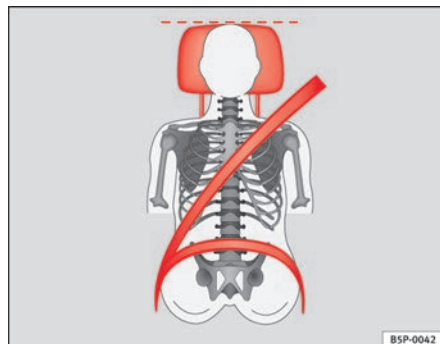
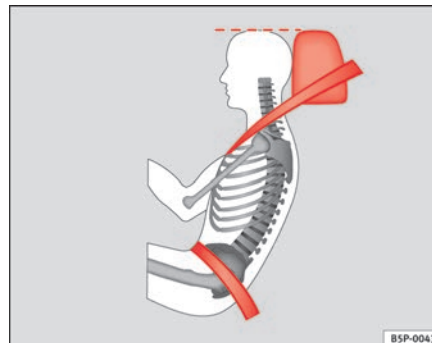

Fig. 91 Vista anteriore: poggiatesta e cinture di sicurezza posizionati correttamente
Fig. 92 Vista laterale: poggiatesta e cinture di sicurezza posizionati correttamente
- Regolare il poggiatesta portando il suo bordo superiore alla stessa altezza della parte superiore della testa, almeno all'altezza degli occhi ⇒ fig. 91 e ⇒ fig. 92.